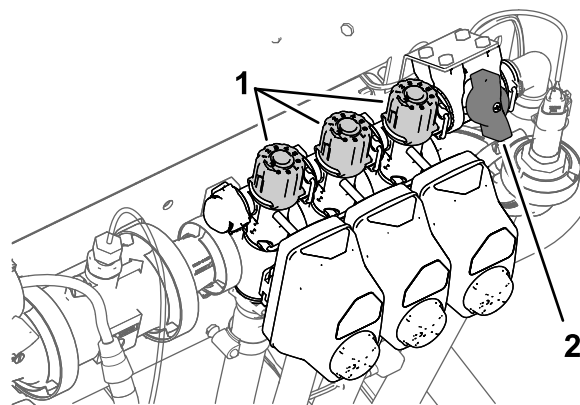

Рисунок 29
2. Выключите переключатель левой секции и отрегулируйте ручку перепуска левой секции (Рисунок 29) так, чтобы установить отображенную на дисплее норму внесения на прежний уровень в соответствии с таблицей.
4. Отрегулируйте ручку перепуска правой секции (Рисунок 29) так, чтобы установить отображенную на дисплее норму внесения на прежний уровень в соответствии с таблицей.
6. Отрегулируйте ручку перепуска средней секции (Рисунок 29) так, чтобы установить отображенную на дисплее норму внесения на прежний уровень в соответствии с таблицей.